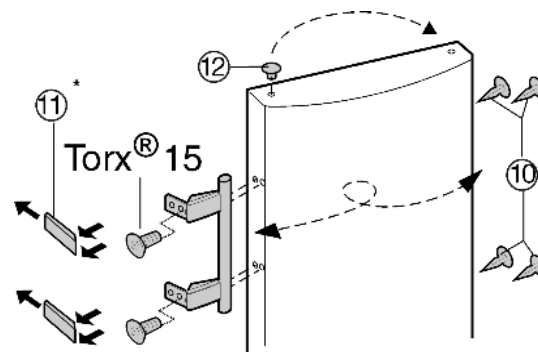

Fig. 8
- ▶ Wyciągnąć wkładkę Fig. 8 (12) z zawiasu drzwi i przenieść na drugą stronę.
- ▶ Zdemontować uchwyt drzwi, zatyczki Fig. 8 (10) oraz płytki dociskowe Fig. 8 (11) i przenieść je na przeciwną stronę.